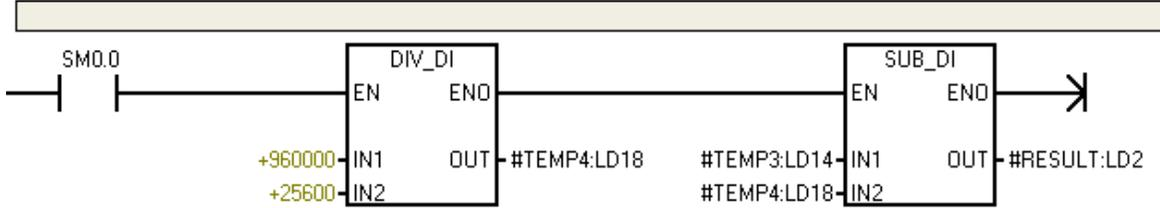

Figura 125: Subrutina de Temperatura [17]
- **Subrutinas de Temperatura.** En esta subrutina está implementada la función de escalamiento ya que la entrada analógica genera un valor entre 0 y 32000 que corresponde al rango de 0 – 20 mA. (Ver figura 125).